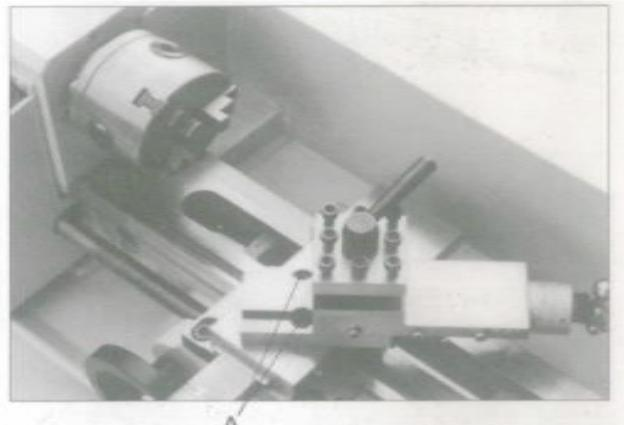

Рис. 8 Регулировка верхнего суппорта
Ослабьте два винта, как показано на Рис. 8 (A). После того, как будет получен необходимый угол, не забудьте снова их затянуть.